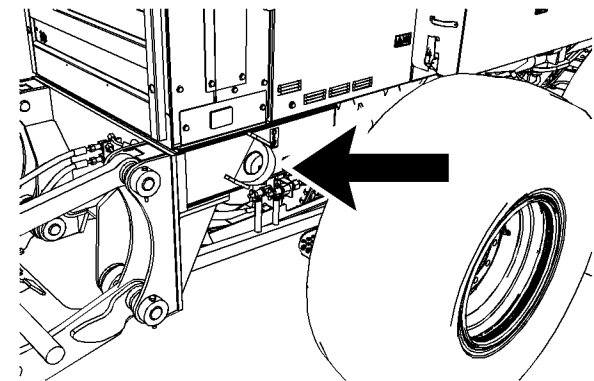

Ilustración 90
4. Instale dos cables de levantamiento en la parte trasera de la máquina. Hay un cáncamo de levantamiento en cada lado de la parte trasera de la máquina. Los cáncamos de levantamiento están identificados con una etiqueta que muestra un gancho. Consulte la ilustración 90 .